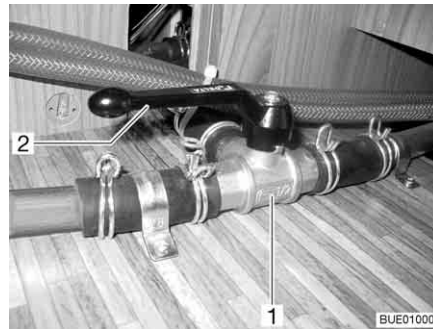

Fig. 190 Válvula de 3 vias
- Coloque a alavanca (Fig. 190,2) da válvula de 3 vias (Fig. 190,1) paralelamente ao sentido reto do fluxo (Fig. 190).
- Coloque a alavanca (Fig. 190,2) da válvula de 3 vias (Fig. 190,1) transversalmente ao sentido reto do fluxo.